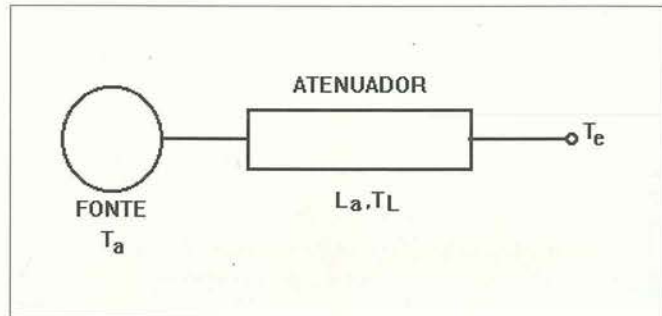

Figura 5 - fonte de ruído conectada a um atenuador
A figura 5 apresenta uma fonte de ruído de temperatura  $T_a$  conectada a um atenuador casado com fator de atenuação  $L_a$  e na temperatura física  $T_L$ . Prova-se que a temperatura de ruído efetiva  $T_e$ , vista nos terminais de saída do atenuador é dada por (4):
Um caso particular de análise é apresentado na figura 5, onde a Terra não é considerada um corpo negro ideal, mas com um fator de refletividade  $\Gamma$  na interface com o ar. Neste caso, a temperatura vista pela antena é dada por (2):